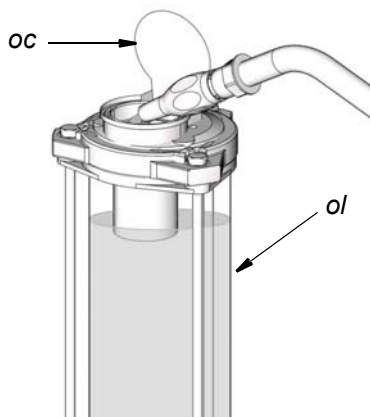

FIG. 5
2. Añada aceite lentamente (*o/*) hasta llenar el depósito (FIG. 5). Procure no llenar el depósito demasiado deprisa para evitar rebosar su capacidad.
3. Cierre la tapa de llenado del aceite (*oc*) para evitar que se contamine o se derrame (FIG. 5).